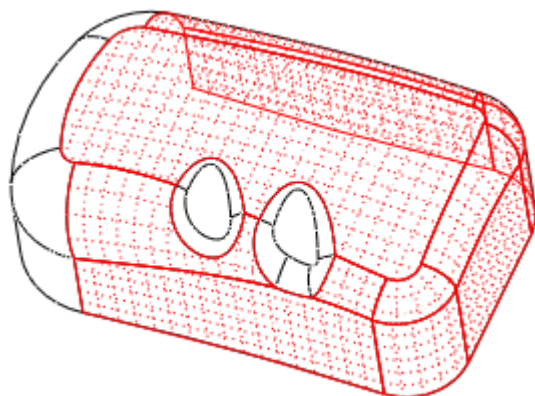

图 42-23
- (1) 在过滤器栏中选择“几何”，然后按下 CTRL 键，选中如图 42-23 所示的模型表面(图中网格部分)。